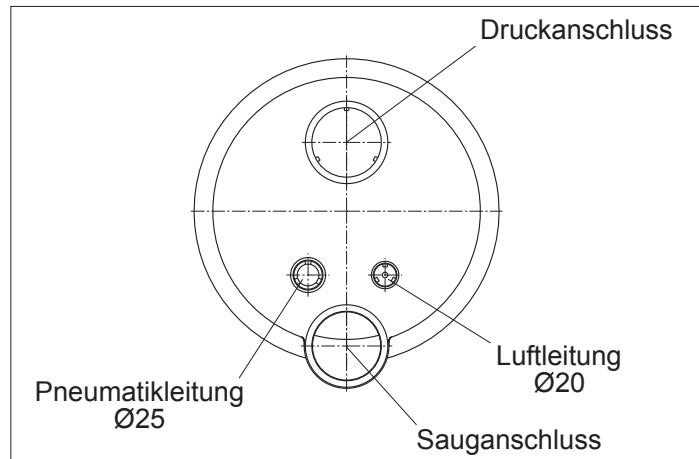

Abb. 9
2. Einkleben des Kabelschutzschlauches und des Luftleitungsschlauches (Abb. 9).
3. Das Düsengehäuse (102.1) am Einbaugehäuse (1) ansetzen.
4. Pneumatikschläuche und Kabel des Scheinwerfers durch den Schutzschlauch (14) führen und mit Kabelverschraubung (20) abdichten.
5. Luftleitung mit Klemme (8) am werkseitig vormontierten Luftregler (21) befestigen.